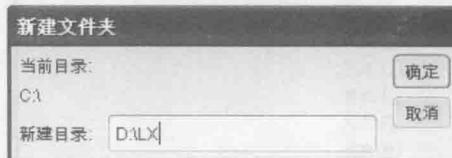

图 1-3 【新建文件夹】对话框
(2) 选择对话框中的【组织】→【新建文件夹】命令, 系统弹出【新建文件夹】对话框, 如图 1-3 所示。在该对话框的【新建目录】文本框中输入新的工作目录(包括盘符和文件夹, 例如 D:\LX), 然后单击【确定】按钮, 即设置了一个新的工作目录。